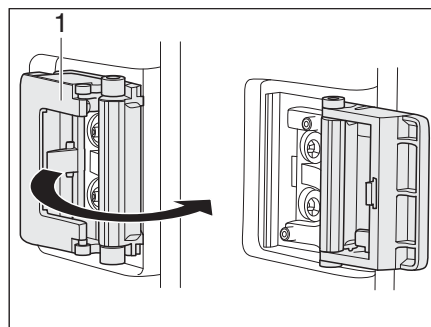

Bild 106 Kühlschranktür arretieren/lösen
- Den Verriegelungshaken (Bild 106/1) nach vorne klappen. Wird die Kühlschranktür geschlossen, bleibt sie einen Spalt weit geöffnet, um Schimmelbildung zu vermeiden.